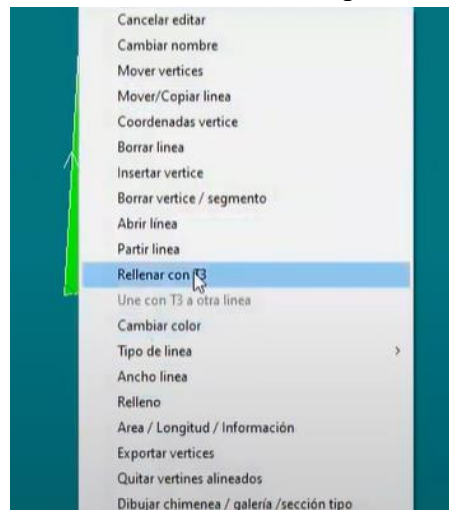

Figura 371. Rellenar con T3.
42. Para que la poligonal tenga relleno, con la opción “Editar líneas” activa, dar clic en cualquier vértice y seleccionar la opción “Rellenar con T3”. Aplicar en ambos jardines. Figura 371.